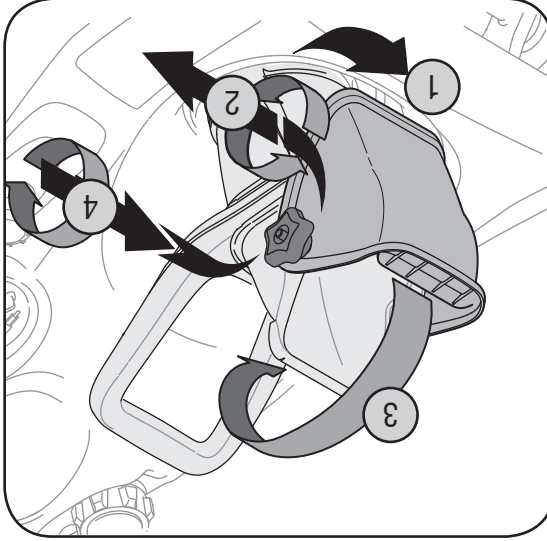

Figure 2
- Pour expédier, la souffeuse a été empaqueté avec la goulotte supérieure pivoter entièrement en bas, comme à la Figure 2. Pour le faire pivoter vers le haut, procédez comme suit:
4. Attachez avec la boulonnerie que vous venez de retirer. La souffeuse installée correctement ressemble à la Figure 2.